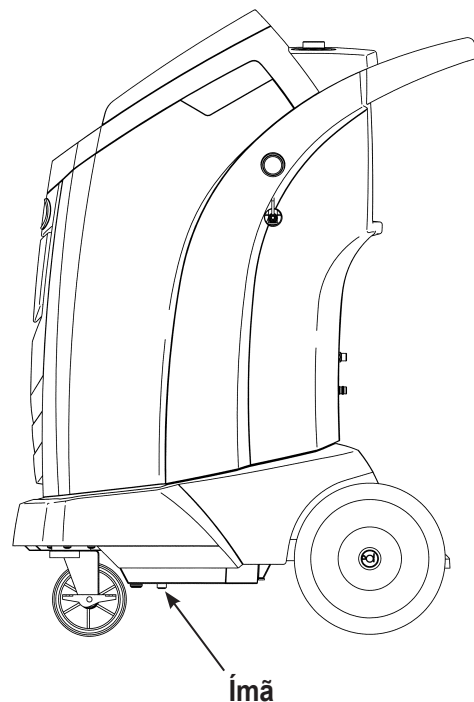

Figura 10
1. Consulte a Figura 10 e verifique se o ímã na parte inferior da máquina está limpo.